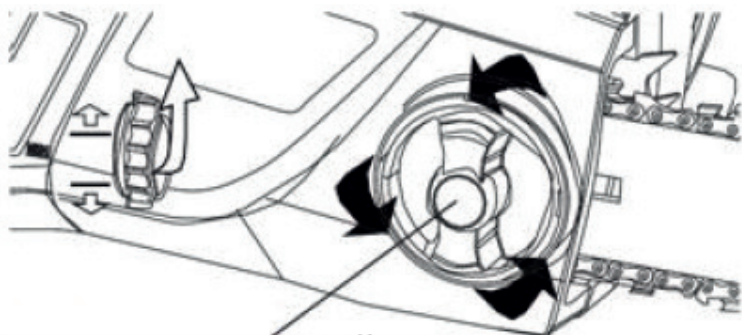

Рис.19
2. Поверните стопорную гайку против часовой стрелки, чтобы снять крышку с корпуса пилы (рис. 19).